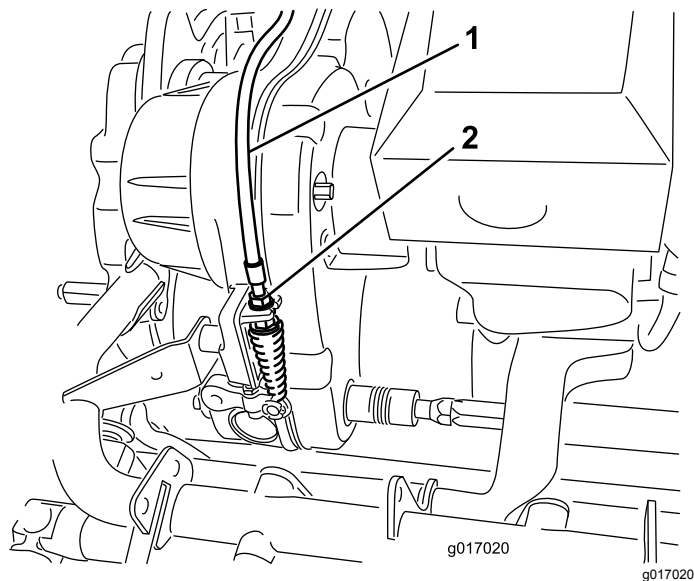

図 50
2. トランスミッションのバルクヘッド部で、リールコントロールのケーブル 図 50 を調整するスプリングの長さが 70.672.4mm になるように調整する。